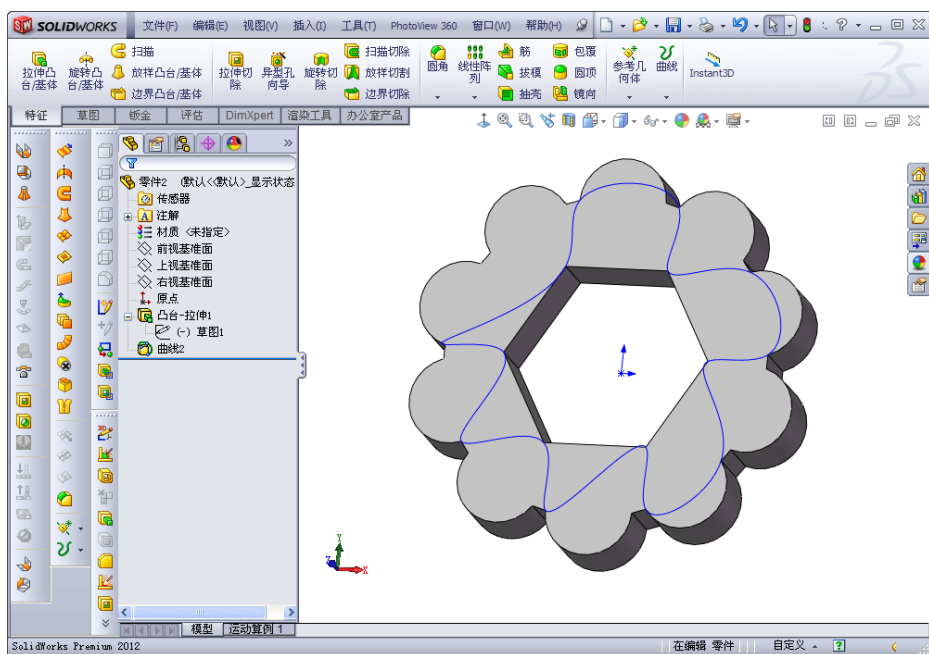

图 3-39 生成曲线后的图形及其 FeatureManager 设计树
- (3) 单击（确定）按钮，生成通过参考点的曲线。生成曲线后的图形及其 Feature Manager 设计树如图 3-39 所示。